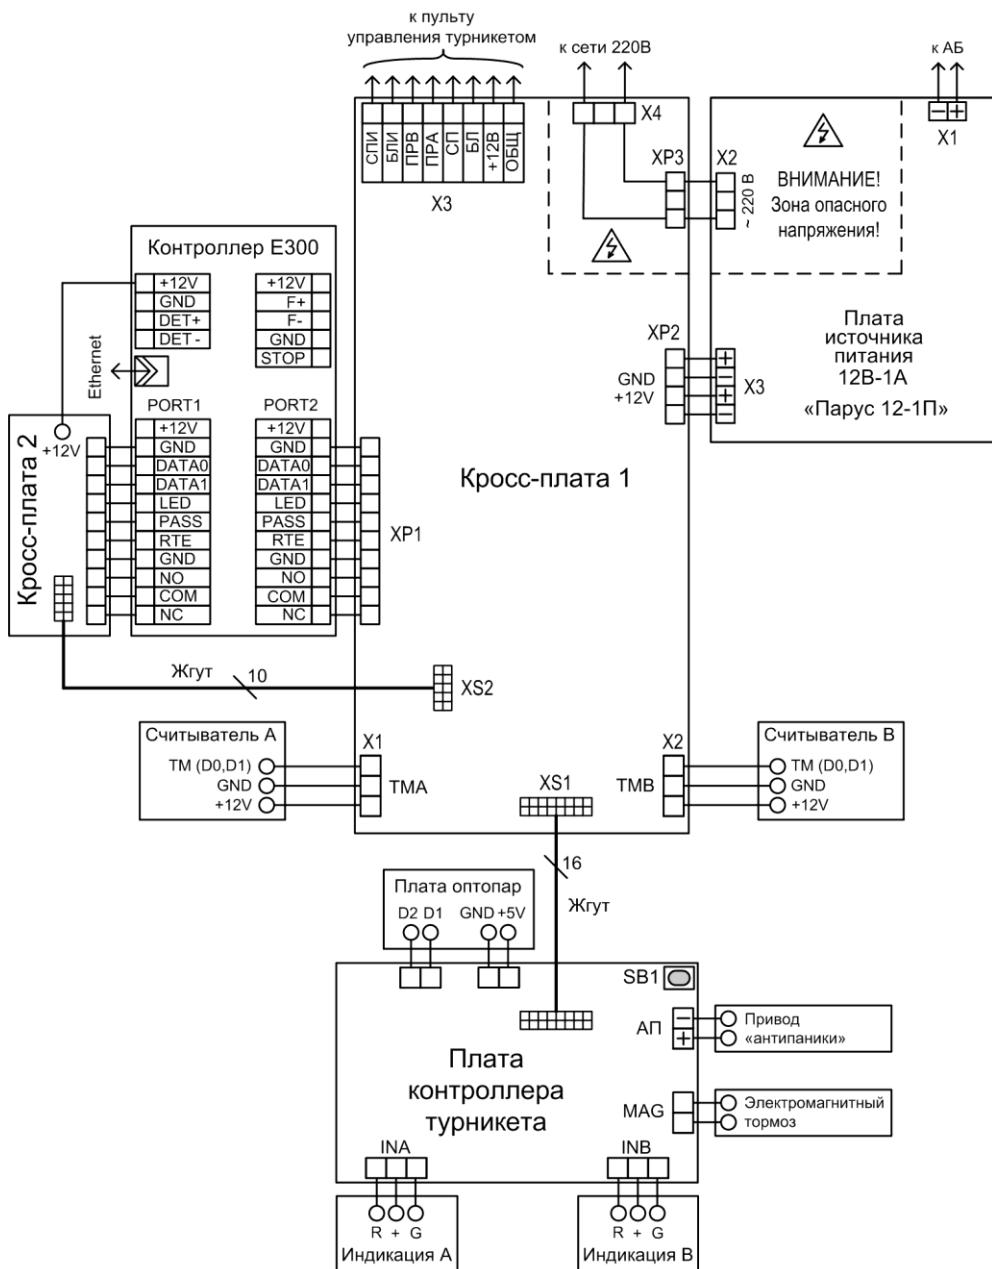

Рис.8 Схема электрическая соединений
- перед установкой турникета на место, проденьте необходимые кабеля в отверстия в основании или/и в отверстие на задней стенке (кабель питания 220 В, кабель Ethernet, кабель пульта управления турникетом и т.д.) и произведите необходимые подключения – Ethernet-кабель подключите к розетке на плате контроллера E300 (рис.8) и, при необходимости, к клеммнику X3 на кросс-плате 1 подключите кабель пульта управления турникетом (п.8).